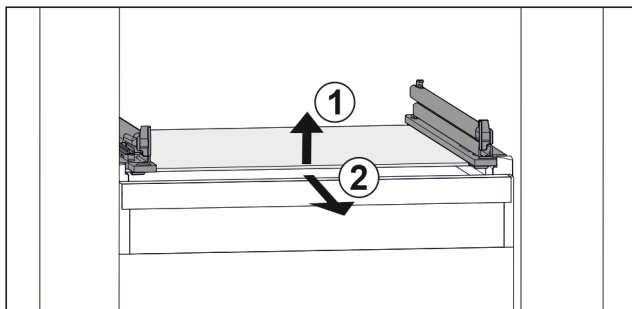

Fig. 51 Eksempel på fremstilling av glassplaten
- ▶ Løft opp glassplaten foran. Fig. 51 (1)
- ▶ Ta ut glassplaten fremover. Fig. 51 (2)